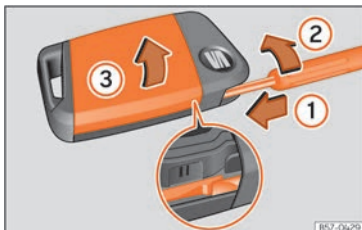

Abb. 49 Fahrzeugschlüssel: Deckel des Batteriefachs öffnen.
- Führen Sie einen Schlitzschraubendreher durch die äußere Führung des Notschlüssels in den Fahrzeugschlüssel ein, ca. 1 cm in Pfeilrichtung »» [Abb. 49] ①.
- Drehen Sie den Schraubendreher im Uhrzeigersinn, bis sich die Abdeckung öffnet »» [Abb. 49] ②.
- Bewegen Sie die Abdeckung in Pfeilrichtung »» [Abb. 49] ③ und nehmen Sie sie ab »» ①.